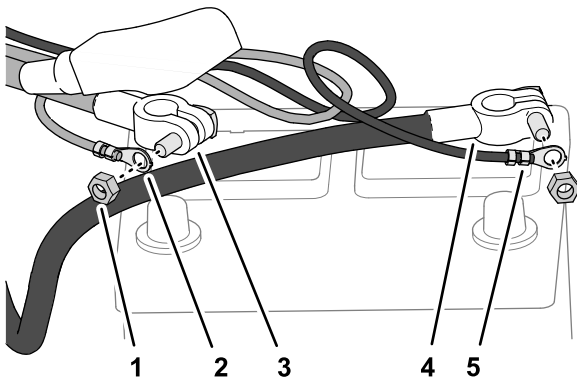

Bild 15
1. Nehmen Sie am Plus- und Minuskabel der Batterie die Muttern der Batterieklemmen von der kurzen Seite der Batterieklemmschrauben ab (Bild 15).
2. Befestigen Sie den Kabelschuh des Stromkabelbaums mit dem schwarzen Kabel mit einer Batterieklemmenmutter an der Batterieklemmschraube für das Minuskabel der Batterie (Bild 15).
3. Befestigen Sie den Kabelschuh des Stromkabelbaums mit dem roten Kabel mit einer Batterieklemmenmutter an der Batterieklemmschraube für das Pluskabel der Batterie (Bild 15).